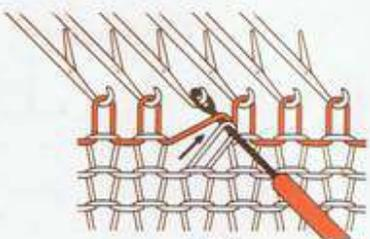

Fig. 93
- Mettre le chas du poinçon dans le crochet de l'aiguille vide en passant sous le rang précédent (fig. 93).
- Laisser glisser la maille et le fil transversal dans le crochet (il y a dans celui-ci 1 maille et 1 fil) (fig. 93-A).